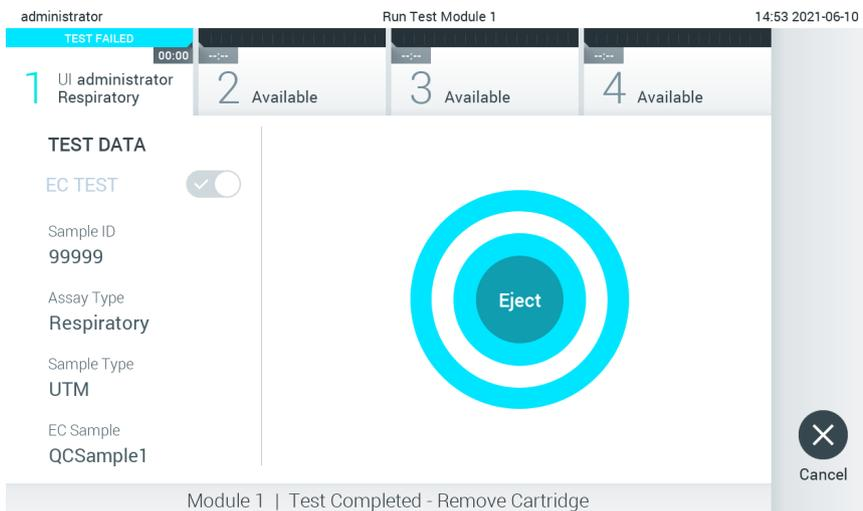

Figura 96. Exibição da tela Eject (Ejetar).
11. Após a conclusão da execução do teste, a tela Eject (Ejetar) será exibida (Figura 96). Pressione  Eject (Ejetar) na tela sensível ao toque para remover o cartucho de ensaio QIAstat-Dx e descartá-lo como resíduo perigoso em conformidade com todas as leis e os regulamentos de saúde e segurança locais, estaduais e nacionais.